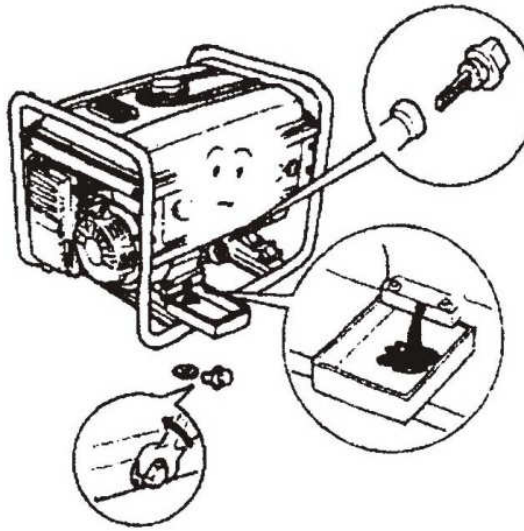

Fig. 37
7.2.1 Desatornille y saque la varilla de nivel (Figure 37)